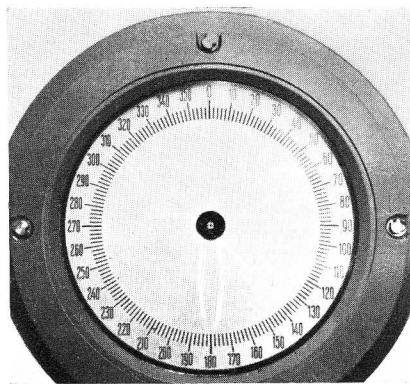

Abb. 28: Peilbild eines getasteten Senders
70. Da die zur Aufzeichnung einer vollständigen Peilkeule benötigte Zeit sehr klein ist (unter 0,1 Sekunden), erlaubt das Sichtpeilverfahren auch die Peilung kurzzeitiger Signale sowie mit normaler Geschwindigkeit getasteter Sender, wobei die Trägheit des menschlichen Auges und eine gewisse Nachleuchtwirkung des Leuchtschirmes die Überbrückung der Tastpausen (in denen der Leuchtpunkt den Grundkreis durchläuft) erleichtert (Abb. 28). Die Sichtpeilung